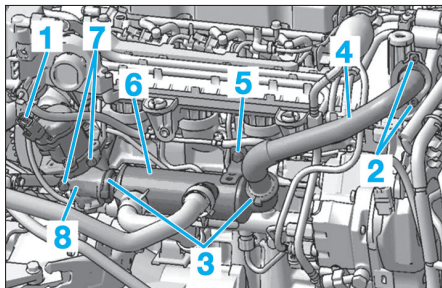

Fig. 43
- Déconnecter le connecteur (1) de la vanne EGR (8) (Fig.43).